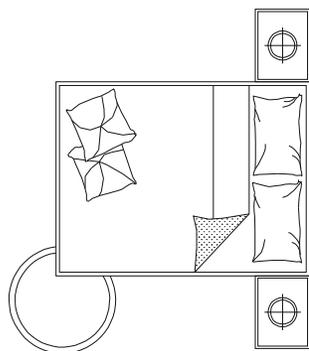

图 3-1-28
**STEP 10** 使用修剪命令 TRIM 剪掉和床重合的部分，如图 3-1-28 所示。